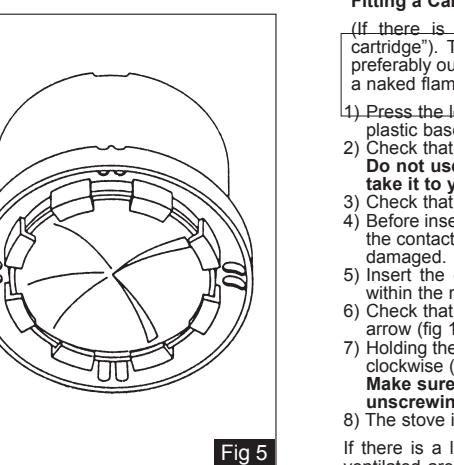

Fig 5
5) Insert the cartridge and check that the C 206 cartridge is correctly positioned within the retaining grips at the bottom of the base (fig. 5).
5) Introduzca el cartucho Campingaz® C 206 y asegúrese de que se acopla en las garras de retención al fondo de la base (fig.5).